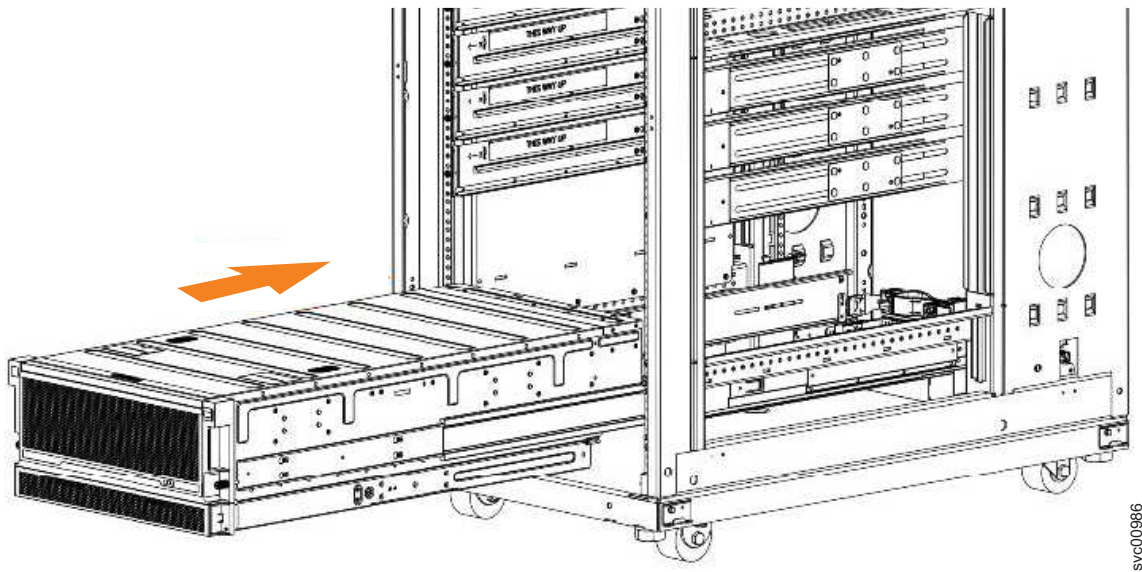

図 42. ラックでのエンクロージャーの取り付けの例
- 拡張エンクロージャーを、ラック内の一番下の位置に取り付けます。図 42 は、例を示しています。